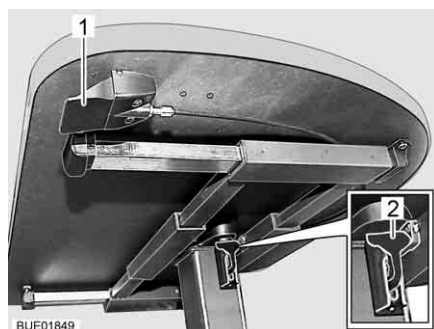

Fig. 61 Tavolo rialzabile con tasto di sblocco
- Tirare o spingere la leva di serraggio (Fig. 61,2) verso il basso.
- Premere verso l'alto la leva di serraggio (Fig. 61,2).
- Premere e tenere premuto il tasto di sblocco (Fig. 61,1). Il piano del tavolo va automaticamente verso l'alto fino al fine corsa.
- Rilasciare il tasto di sblocco (Fig. 61,1). Il piano del tavolo rimane nella posizione selezionata.
- Premere e tenere premuto il tasto di sblocco (Fig. 61,1).
- Rilasciare il tasto di sblocco (Fig. 61,1). Il piano del tavolo rimane nella posizione più bassa.